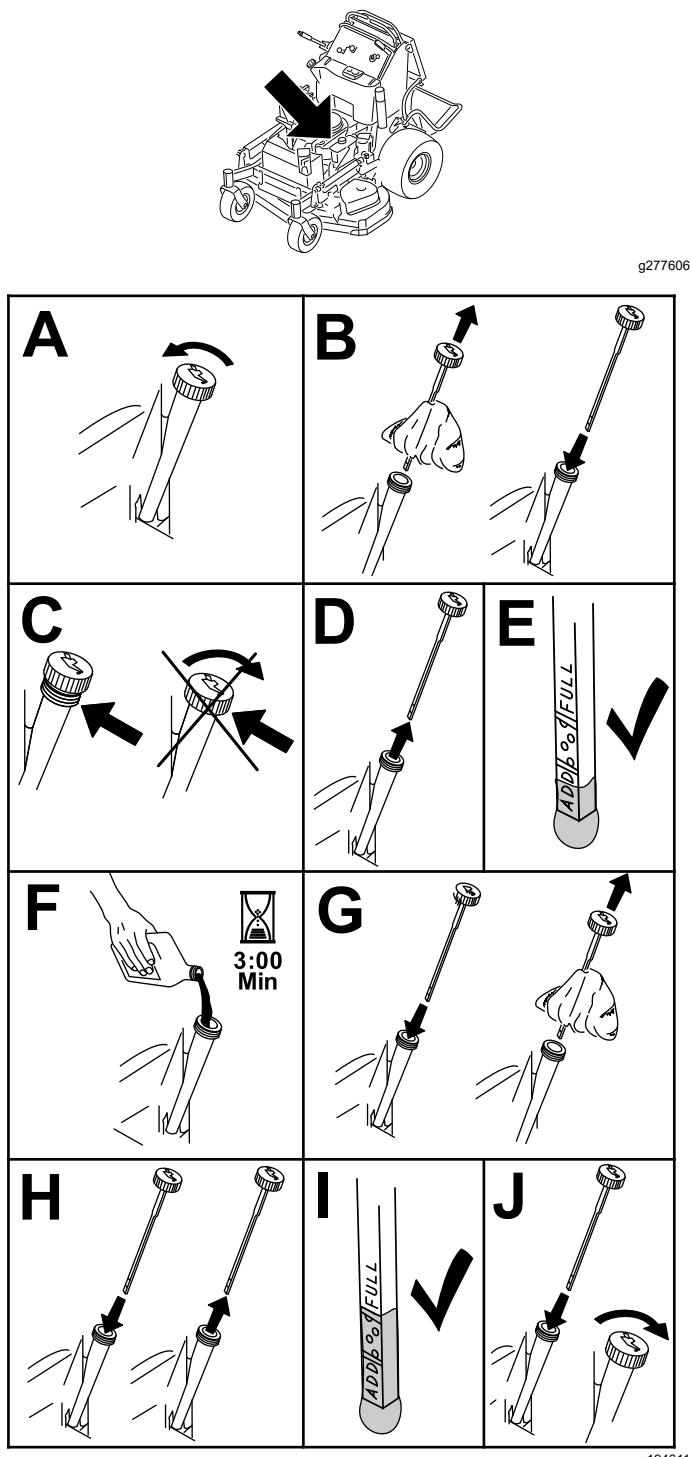

Figura 39
- Compruebe el nivel de aceite del motor, tal y como se muestra en la (Figura 39).